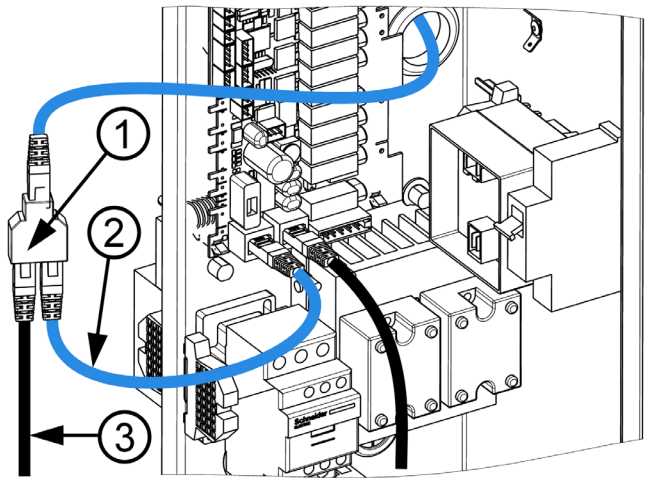

Figure 10 : Raccordement du doubleur RJ-45
Si les deux ports sont déjà utilisés (appareil de taille 2011 Blue uniquement), utilisez un doubleur RJ-45 (1) et le câble UTP court (2) fixé, voir fig. 10. Raccordez également le câble UTP d'origine (3) au port.